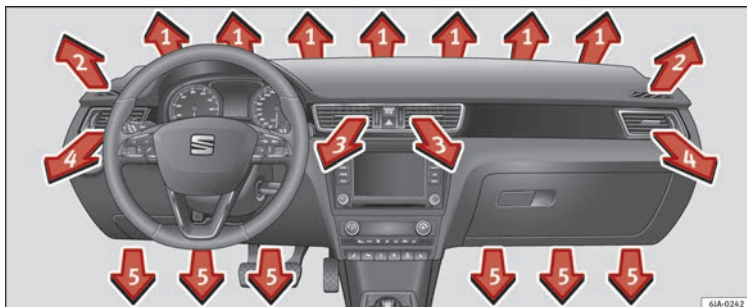
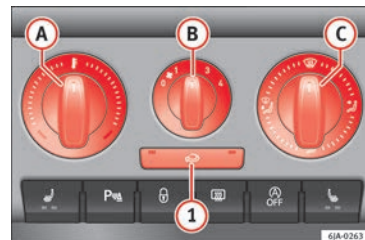

Fig. 168 Diffuseurs d'air.
Fig. 169 Chauffage : éléments de commande.
- Pour modifier la hauteur de circulation de l'air, changez la position de la commande vers le haut ou vers le bas » » fig. 168.
La commande **C** » » fig. 169 permet de régler la sortie d'air des diffuseurs. Il est possible d'ouvrir et de fermer les diffuseurs **3** » » fig. 168 et **4** individuellement.
- La température augmente en tournant la commande **(A)** » **fig. 169** vers la droite.
- Activez le ventilateur en tournant la commande **(B)** » **fig. 169** vers les positions 1 à 4.
- En tournant la commande **(C)** » **fig. 169** vous réglez l'arrivée d'air à travers les diffuseurs correspondants » **page 153, Diffuseurs d'air.**
Tous les éléments de commande, à l'exception de la commande **(B)** » **fig. 169**, peuvent être placés en position intermédiaire.
Si la molette **(C)** » **fig. 169** est en position de dégel, la trappe de recyclage sera toujours ouverte (témoin lumineux éteint).
- Appuyez sur la touche **(1)** » **fig. 169**, le témoin de la touche s'allume, ce qui indique que le recyclage de l'air a été activé à l'intérieur de l'habitacle.